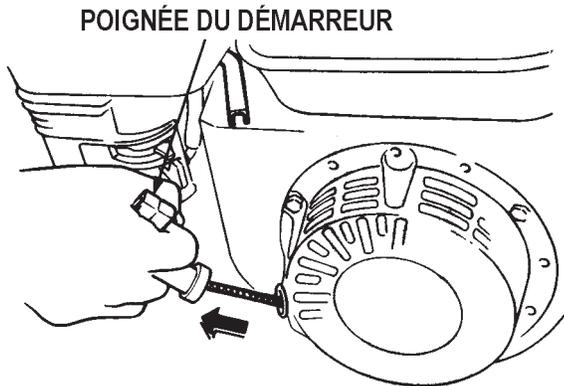

Figure 17. Poignée du démarreur
6. Saisissez la poignée du démarreur (Figure 17) et tirez-la lentement vers l'extérieur. La résistance devient plus forte dans une certaine position, ce qui correspond au point de compression. Enroulez la corde un peu depuis ce point et tirez vers l'extérieur d'un coup sec.